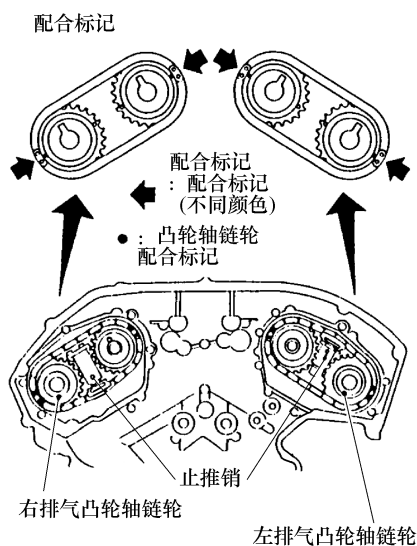

图 3-116 左右凸轮轴链轮配合标志
4) 如图 3-116 所示，将左右进气凸轮轴链轮(第 2)、排气凸轮轴第 2 链轮上的标记与